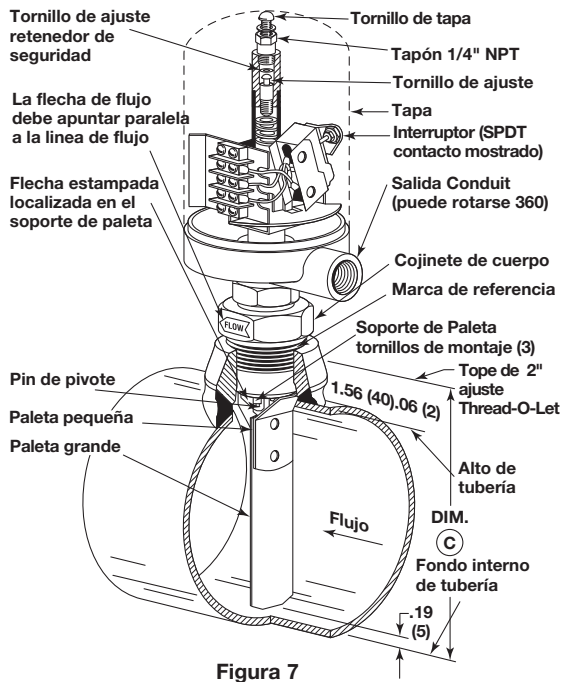

Figura 7
4. Revise la posición de la flecha estampada en el soporte de paleta. Esta flecha debe apuntar paralela a la flecha del flujo en el cojinete del cuerpo. Vea la Figura 7. Si las flechas no están paralelas, retire los tres tornillos de montaje de soporte de paleta y gire el soporte hasta que la flecha estampada apunte paralela a la flecha de flujo; coloque tornillos de montaje nuevamente.